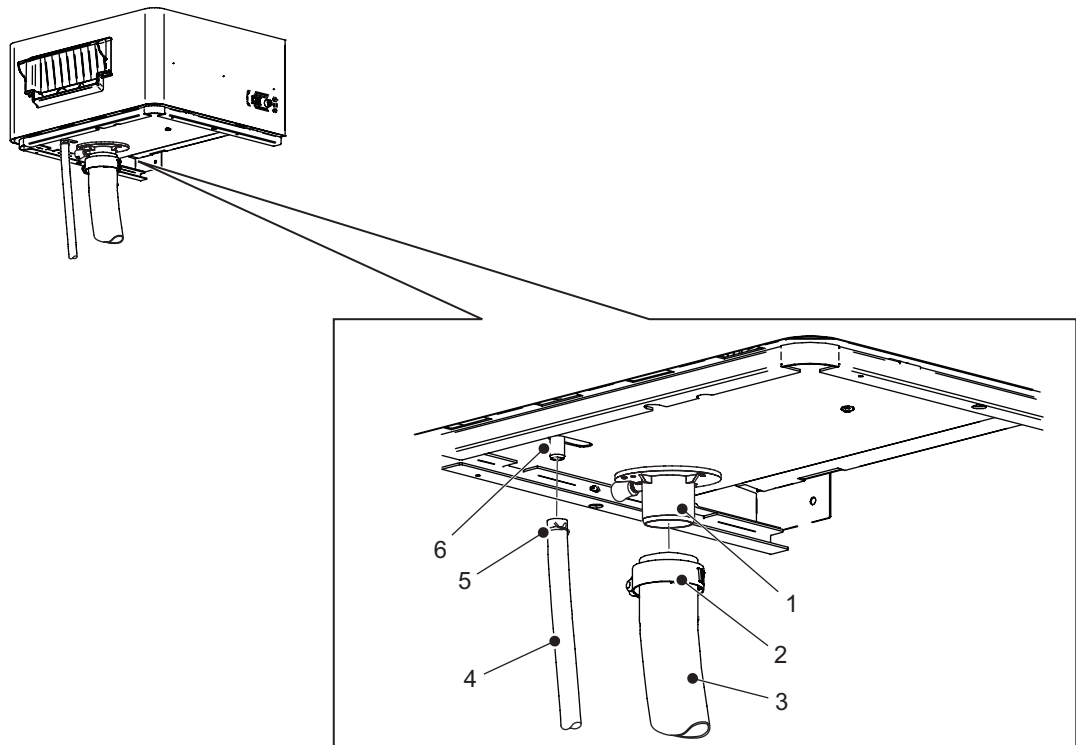

Bild 12: Schlauchanschlüsse am Ventilationsgerät
- Befestigen Sie den Dampfschlauch (nicht mitgeliefert) mit einer Klemme (mitgeliefert) am Dampfadapter. Siehe Bild 12.